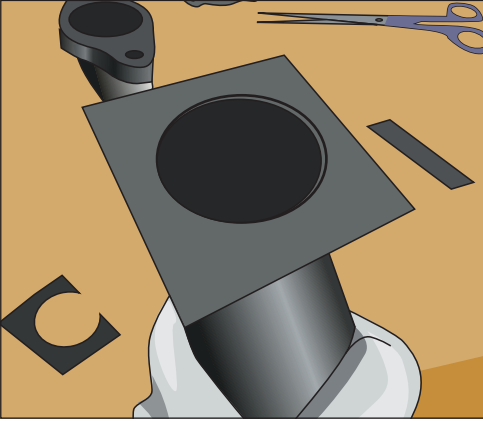

Рис. 1.33. Вырезание прокладки из паронита
- **Паронит** — прессованная смесь резины, обладающая такими свойствами, как термостойкость и сопротивляемость щелочным кислотам; подходит для любых типов соединений. Паронит выпускается в листовом виде с целью последующего изготовления из него герметизирующих прокладок (рис. 1.33, 1.34).